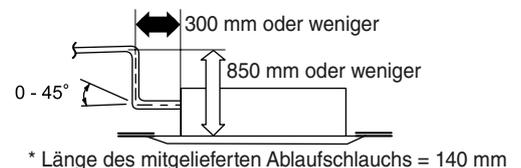

Abb. 3-51
- Die Ablaufleitung kann erforderlichenfalls bis zu einer maximalen Höhe von 850 mm über der Unterfläche der Decke angehoben werden. Sie darf auf keinen Fall höher als 850 mm über der Unterfläche der Decke gesetzt werden. Dies würde zu Auslecken von Wasser führen. (Abb. 3-51)